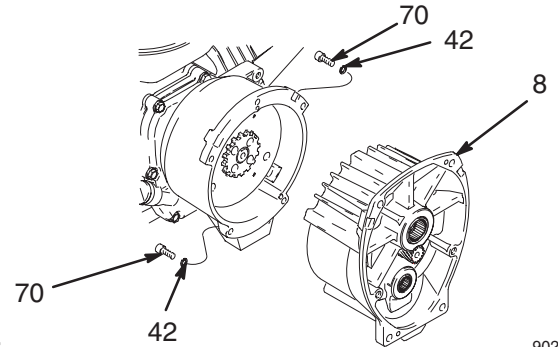
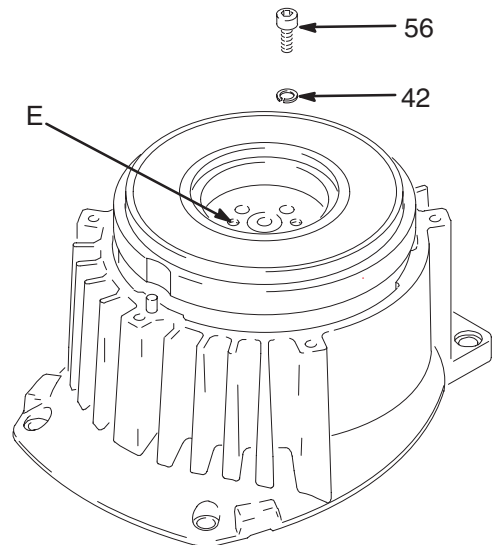
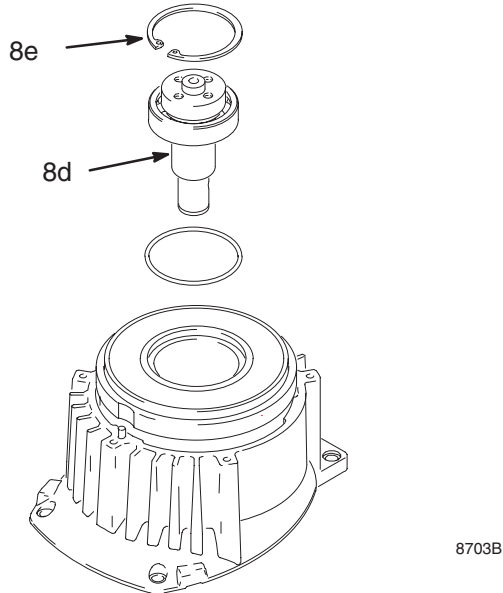

Fig. 7
Fig. 8
Fig. 9
4. Fig. 7. Saque los cinco tornillos (70) y las arandelas de seguridad (42) y el conjunto del piñón (8).
5. Fig. 8. Coloque el conjunto del piñón (8) en el banco, con el lado del rotor hacia arriba.
6. Retire los cuatro tornillos (56) y las arandelas de seguridad (42). Coloque dos tornillos en los orificios roscados (E) del rotor. Apriete, alternativamente, los tornillos hasta que salga el rotor.
7. Fig. 9. Saque el anillo de retención (8e).
5. Instale los cuatro tornillos (44) y las arandelas de seguridad (42) y apriételas a un par de 14 N.m.
6. Fig. 9. Golpee ligeramente el eje del piñón (8d) con un martillo de plástico para introducirlo.
7. Instale el anillo de retención (8e) con el lado biselado dirigido hacia el inductor (Y).
8. Fig. 8. Coloque el conjunto del piñón en el banco con el lado del rotor hacia arriba.
9. Aplique locktite a los tornillos. Instale los cuatro tornillos (44) y las arandelas de seguridad (42). Apriete, alternativamente, los tornillos a un par de 14 N.m hasta que el rotor esté firmemente colocado. Utilice los orificios roscados para sujetar el rotor.
10. Fig. 7. Instale el conjunto del piñón (8) con los cinco tornillos (70) y las arandelas de seguridad (42).